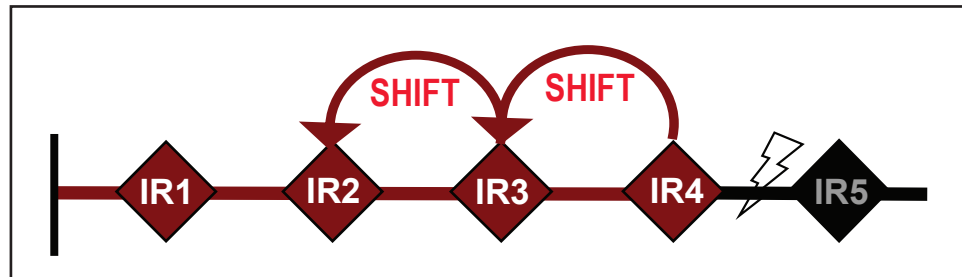

Figura 24. Falta permanente CEC; IR3 e IR4 detectam a falta e enviam uma mensagem de mudança de curva.
- Os interruptores de falta IntelliRupter IR3 e IR4 detectam a falta e enviam mensagens de mudança de curva aos seus vizinhos do lado fonte. Ver Figura 24 na página 44.